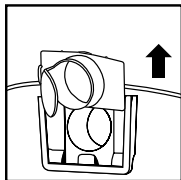

FIGURE 12
22. Retirez le déflecteur d'admission du guide de déflecteur. **REMARQUE :** Le tuyau doit être enlevé avant le retrait du déflecteur d'admission. **FIGURE 12.**